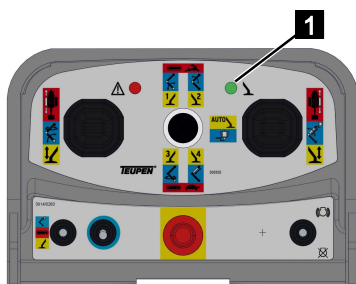

Abb. 69
3. Leuchtet die grüne Leuchte (Abb.69/1) an der Steuerung dauerhaft oder blinkt, ist die Maschine betriebsbereit.